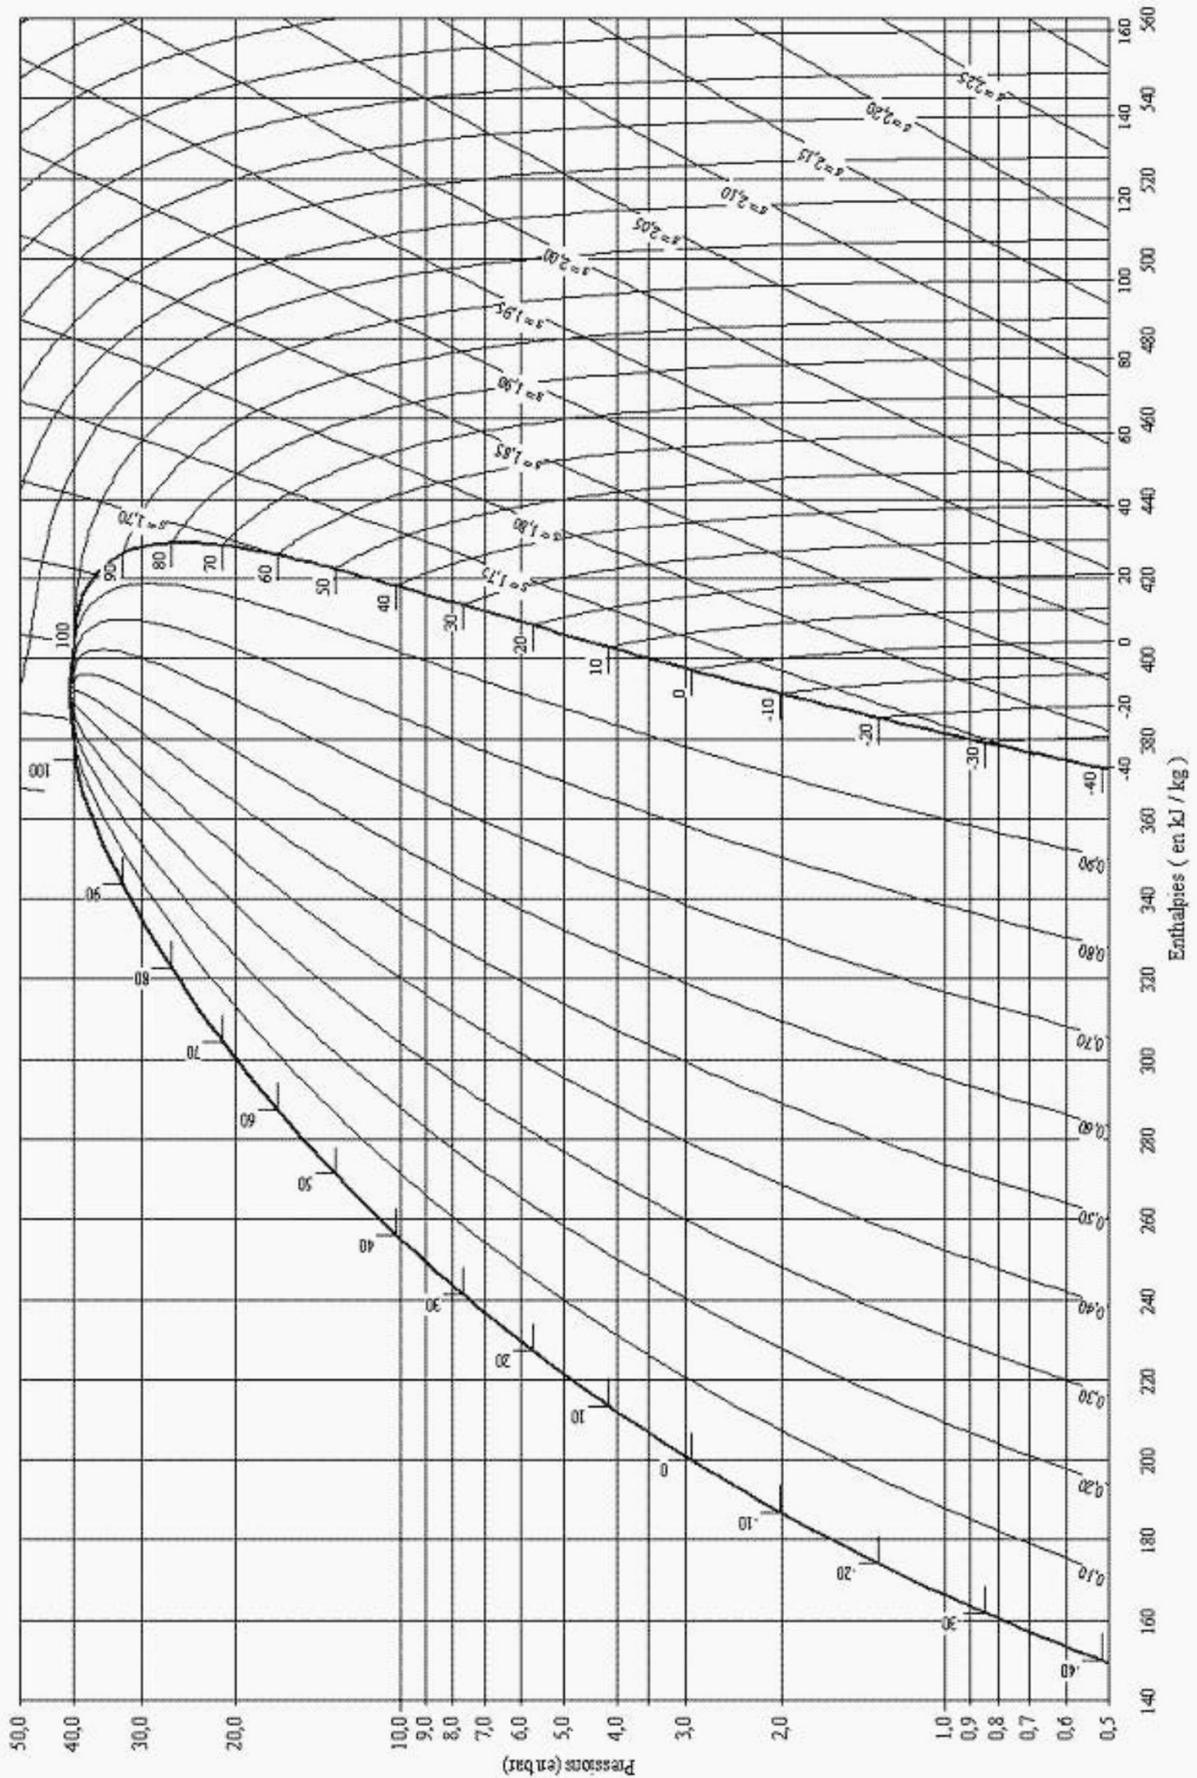

Figure 2 – Diagramme des frigorigènes du R134a.
Sur le diagramme des frigoristes ( $P, h$ ) figure 2 de l'hydrofluorocarbure HFC, de masse molaire  $M = 32 \text{ g} \cdot \text{mol}^{-1}$ , sont représentés :
4 - Placer le point (1) sur le diagramme figure 2. Relever la valeur de l'enthalpie massique  $h_1$  et de l'entropie massique  $s_1$  du fluide au point (1).